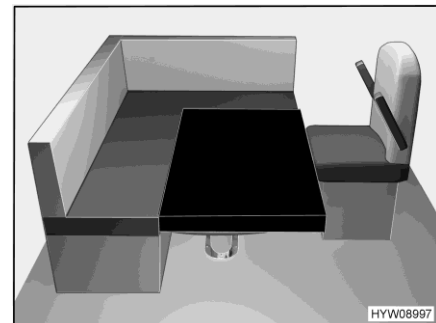

Bild 71 Nach dem Umbau
- Das Zusatzpolster wie in Bild 71 dargestellt auf den Tisch legen. Die abgerundete Ecke zeigt nach rechts vorn.